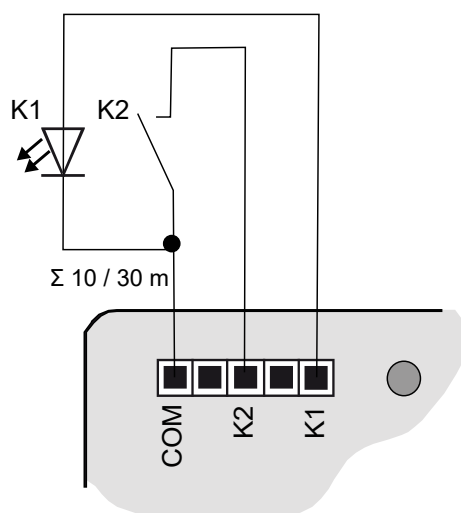
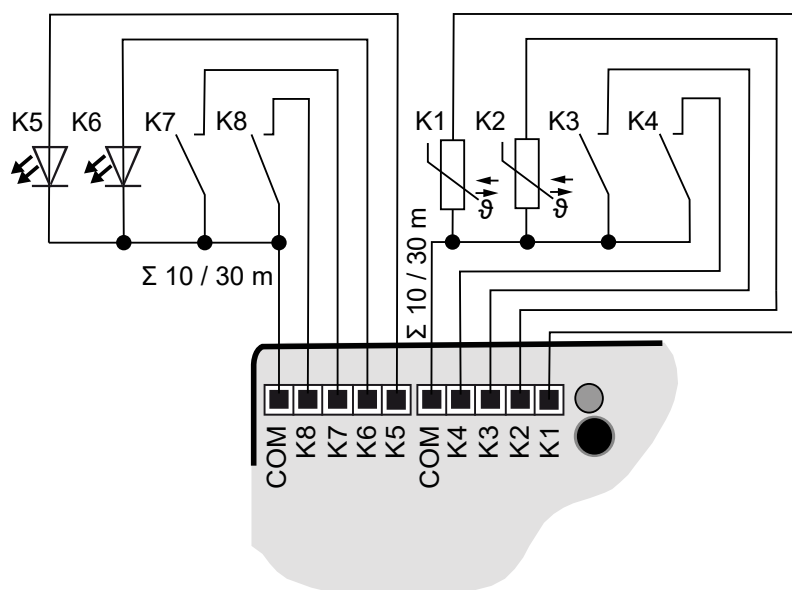

рисунок 3: Пример подключения 2-канального интерфейса нажимной кнопки
рисунок 5: Пример подключения 8-канального интерфейса нажимной кнопки
- Подключайте нажимные кнопки, механические выключатели, контакты, светодиоды или NTC, следуя примерам подключения и используя соединительные кабели из комплекта поставки (4), (см. рисунок 3) – (см. рисунок 5). В примерах подключения показано использование с входами, выходами и датчиками.